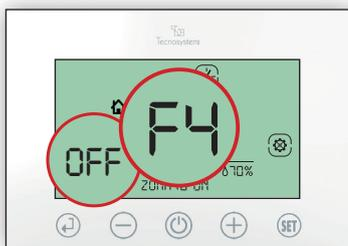

Fig.39
4.1 Verificare il lampeggio di OFF e fascia F4: premere il tasto (+) per impostare ON e confermare con (↩). (Fig.39)